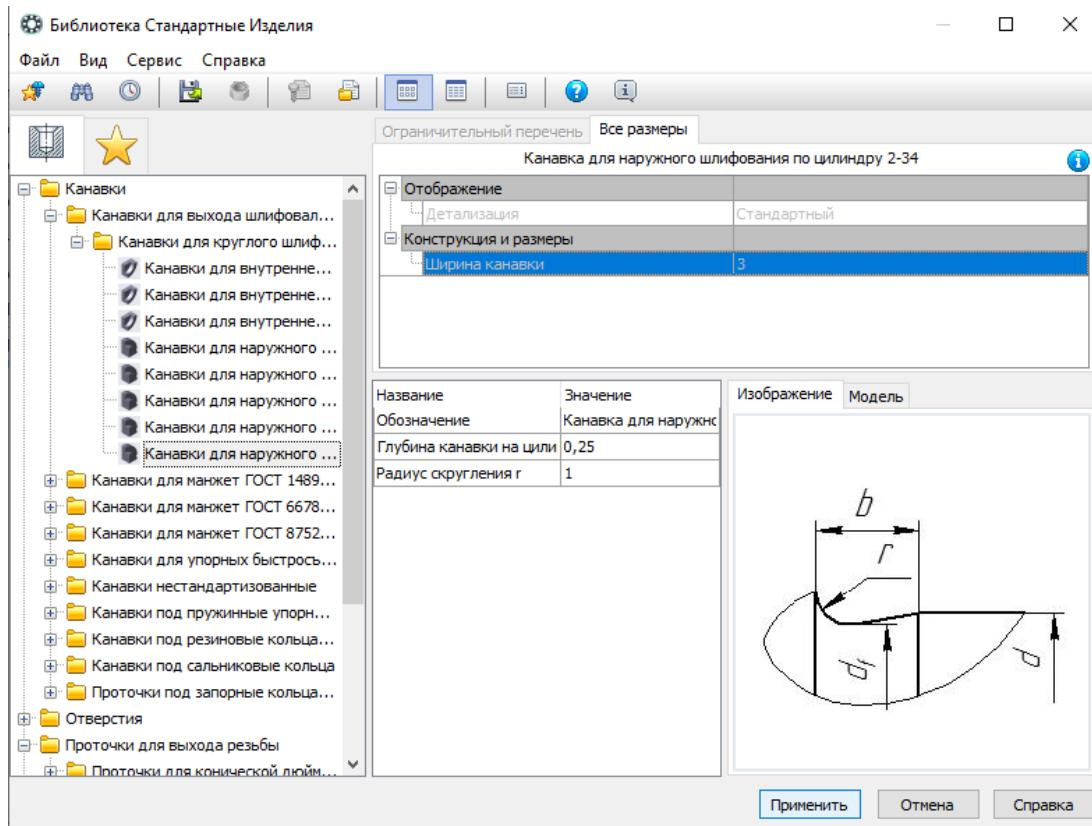
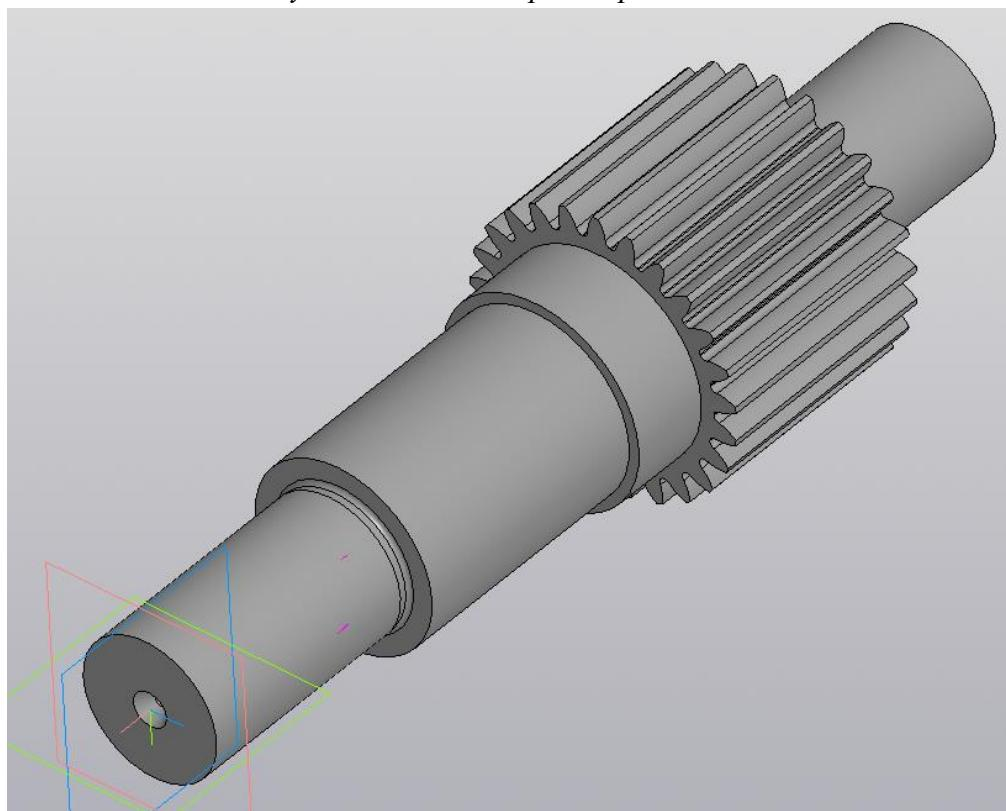

Рисунок 19 - Окно параметров канавки
Рисунок 20 - Результат построения канавки
- В открывшемся окне *Библиотека Стандартные Изделия* нажмите кнопку *Применить* (рисунок 19). В модели будет построена канавка (рисунок 20). Нажмите кнопку *Создать* .